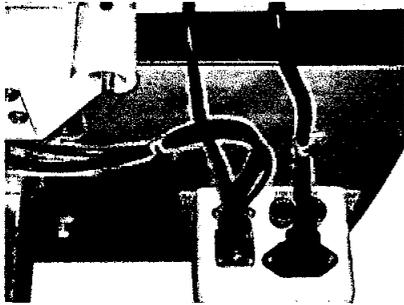

Fig.14
" quitar los clips de cable desde la parte inferior de la mesa de trabajo con destornillador (U) y enrollar los cables de entrada y salida, respectivamente, a continuación, vuelva a conectar a la parte inferior de la mesa de trabajo (Fig14).